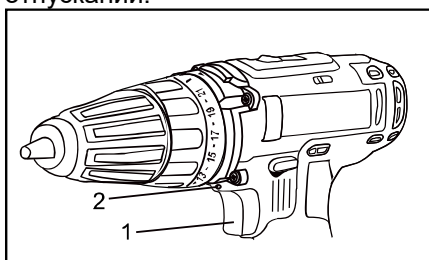

рис.7
Встроенная подсветка (2) включается автоматически при нажатии кнопки включения (1) (рис.7) и автоматически выключается при ее отпуске.